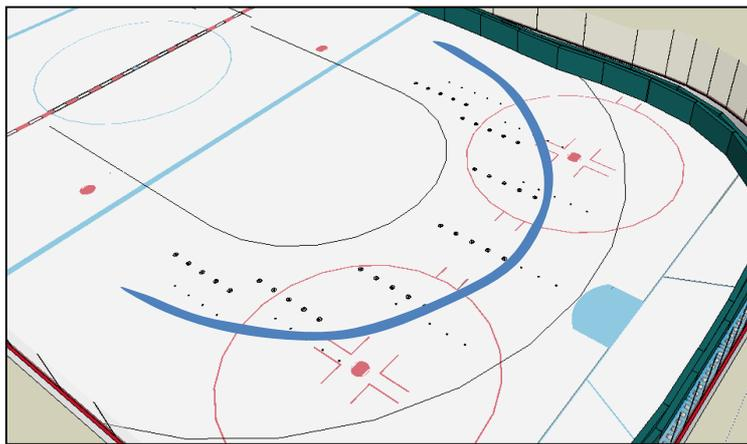

Figure 6. Épandage de l'eau d'une chaudière juste avant la course, plus loin des blocs à l'entrée et à la sortie du virage.
- Étendre l'eau juste avant la course, plus loin des blocs à l'entrée et à la sortie du virage (figure 6).